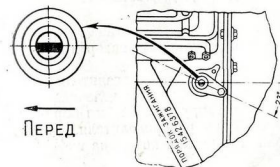

Рис. 20. Установка привода распределителя.
1) вставьте привод распределителя в отверстие блока так, чтобы прорезь в валике привода была направлена вдоль оси двигателя и смещена влево, считая по ходу автомобиля (рис. 20);
2) закрепите корпус привода распределителя зажима держателем и гайкой так, чтобы кронштейн с резьбовым отверстием, имеющийся на корпусе привода распределителя, был направлен назад (считая по ходу автомобиля) и повернут на 23° влево от продольной оси двигателя, как указано на рис. 20.